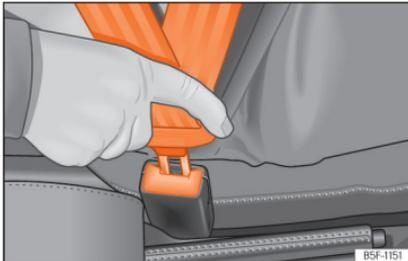

Abb. 9 Schloßzunge des Sicherheitsgurts in das Gurtschloß einstecken.
- Schloßzunge fest in das zum Sitzplatz gehörende Gurtschloß stecken »» **Abb. 9**.